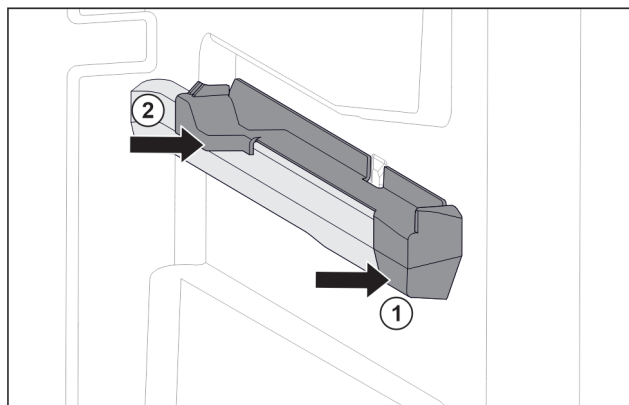

Fig. 26 Nasazovací díl na pravém žebrování na nádoby
- Nasadte nasazovací díl na žebrování na nádoby. Fig. 26 (1)
- Přitlačte nasazovací díl k zadní části. Fig. 26 (2)